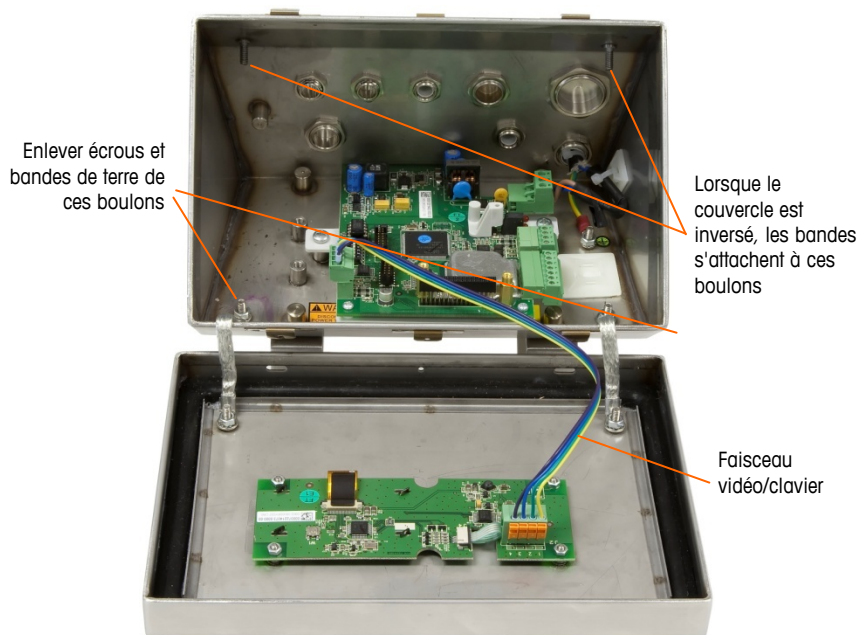

Figure 2-21: Desserrage des bandes de mise à la terre
Pour ouvrir le boîtier destiné aux environnements rudes, utilisez un tournevis plat. Poussez la lame dans chacune des deux fentes du couvercle (indiquées à la Figure 2-4) pour comprimer le circlip jusqu'à ce que le couvercle s'ouvre. Lorsque les deux coins sont libres, appuyez sur le couvercle avec un mouvement vers le haut jusqu'à ce que le bord avant du boîtier soit dégagé. Poussez ensuite vers l'arrière jusqu'à ce que les deux clips à ressort restants soient dégagés. Soulevez avec soin pour le détacher du boîtier et glissez-le vers l'avant. Le couvercle est fixé au boîtier par deux serre-câbles/câbles de mise à la terre. Il est connecté à la carte principale par le faisceau vidéo/clavier (voir la Figure 2-21).
- b. Desserrez et enlevez les deux écrous fixant les deux bandes de mise à la terre (elles servent également de charnières au couvercle avant) au boîtier arrière. Voir la Figure 2-21.